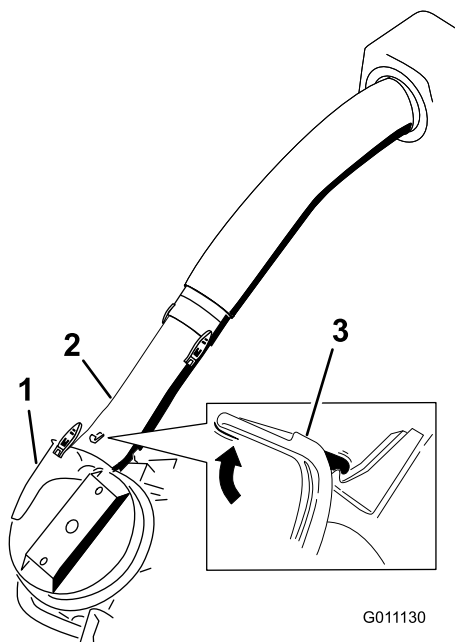

Figure 26
9. Glissez le tube inférieur sur le ventilateur et verrouillez-les ensemble (Figure 26).